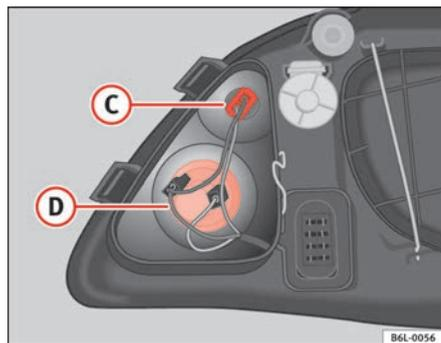

Fig. 157 Feu clignotant
- Tourner vers la gauche le porte-lampes et l'extraire de son logement ⇒ fig. 157 (D).